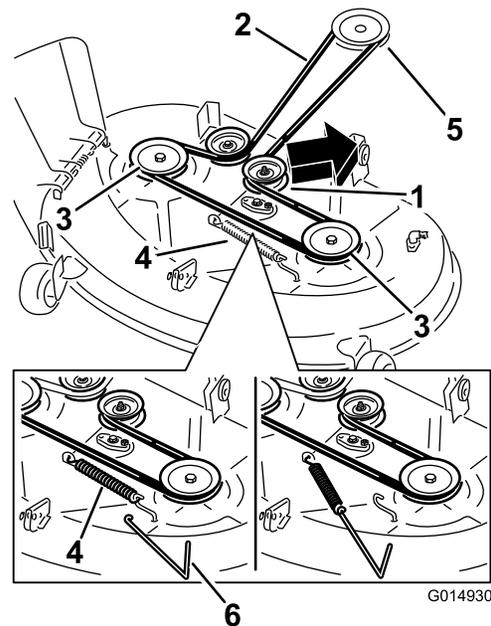

Figura 57
4. Usando una herramienta para la retirada de muelles (Pieza Toro N° 92-5771), retire el muelle tensor del gancho de la carcasa para eliminar la tensión de la polea tensora, y retire la correa de las poleas (Figura 57).
5. Pase la correa nueva alrededor de las poleas del motor y del cortacésped (Figura 57).
6. Usando una herramienta para la retirada de muelles, instale el muelle tensor sobre el gancho de la carcasa y tense la polea tensora y la correa del cortacésped (Figura 57).